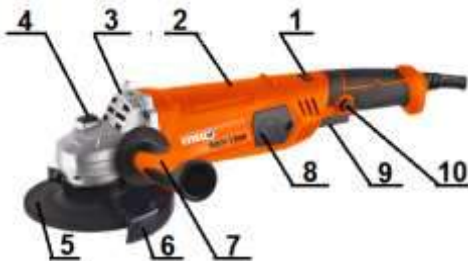

Рис. 1. Общий вид БШУ-1300
4.2.1. При нажатии клавиши выключателя(9), см.рис.1, происходит включение электродвигателя. Крутящий момент от электродвигателя передается через одноступенчатый редуктор на шпиндель машины.
4.2.2 Поворотом колёсика регулятора оборотов (1), см.рис.1, выбирается нужный скоростной режим в пределах 3000-11000 об/мин
4.2.3. Фиксация шпинделя осуществляется нажатием и удерживанием в нажатом положении кнопки фиксатора (4),см.рис.1.
4.3. Внешний вид машины представлен на рис. 1.
- 7.3. Установить на выключенной машине шлифовальный или отрезной круг. Для этого нажать на кнопку фиксации шпинделя (4), см. рис.1, и поворачивать рабочий диск (5) до тех пор, пока рабочий вал не зафиксируется. Во время этой процедуры продолжать нажимать стопор. С помощью специального ключа из комплекта поставки отвернуть и снять зажимную гайку со шпинделя. Установить шлифовальный круг на фланцевую шайбу. Навернуть зажимную гайку на шпиндель и затянуть её с помощью ключа. Отпустить стопор шпинделя и повернуть круг, чтобы убедиться, что вал более не зафиксирован. При установке диска с выпуклой серединой, она должна быть направлена в сторону редуктора.